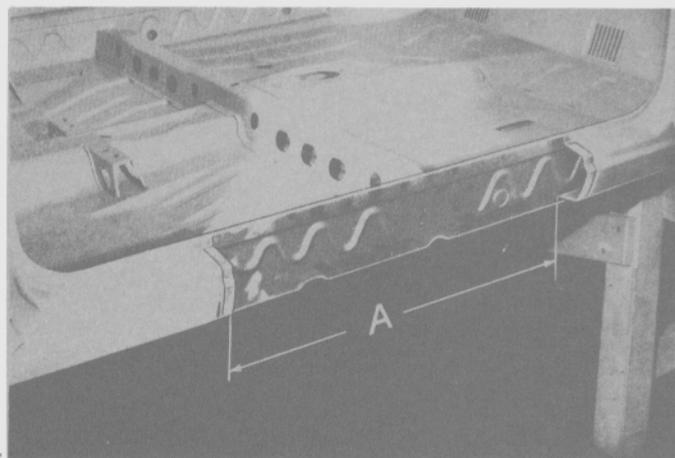

Fig. 191
- Transferir las dimensiones a la nueva pieza dando un margen de 20 a 24 mm para el pestañado (Fig. 191).